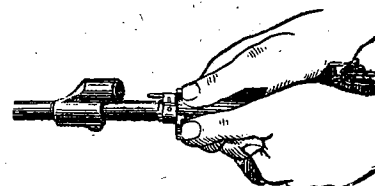

Рис. 19. Сдвигание соединительной муфты
6) **Отделить цевье** (цевье отделяется в редких случаях: при удалении складской смазки, после попадания автомата в воду и т. п.). Взять автомат левой рукой за цевье, правой рукой с помощью отвертки или пенала принадлежности повернуть замыкатель цевья на пол-оборота вперед; большими пальцами обеих рук (рис. 19) сдвинуть соединительную муфту с цевья к газовой камере; подать цевье вперед и отделить его от ствола.